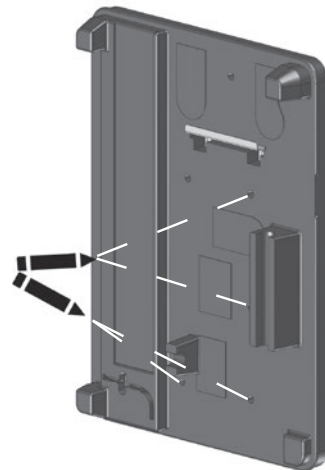
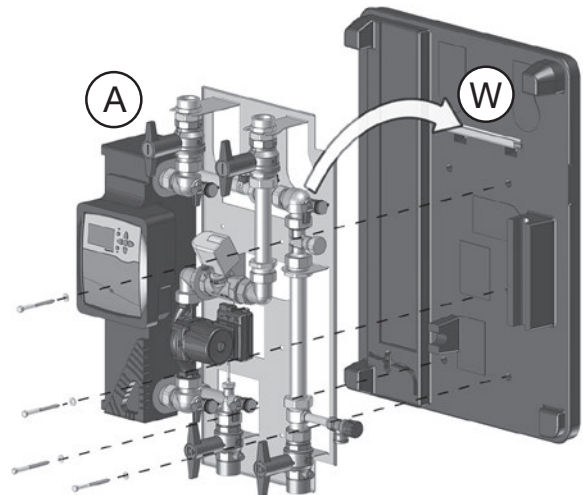

Abb. 4.5: Unterschale als Bohrschablone für Befestigung der Armaturengruppe nutzen
Abb. 4.6: Armaturengruppe an Wandwinkel hängen
8. Unterschale (U) der Isolierung an den fixierten Wandwinkel (W) hängen und jetzt als Bohrschablone für die vier Schrauben nutzen, die für die Befestigung der Armaturengruppe (A) vorgesehen sind (Abb. 4.5). Es stehen sechs Bohrungen in der Grundplatte bzw. Unterschale zur Verfügung.
10. Unterschale (U) an Wandwinkel (W) hängen.
11. Armaturengruppe (A) an Wandwinkel (W) hängen und mit vier Schrauben M8x100 sowie Unterlegscheiben (mitgeliefert) an Wand befestigen (Abb. 4.6).